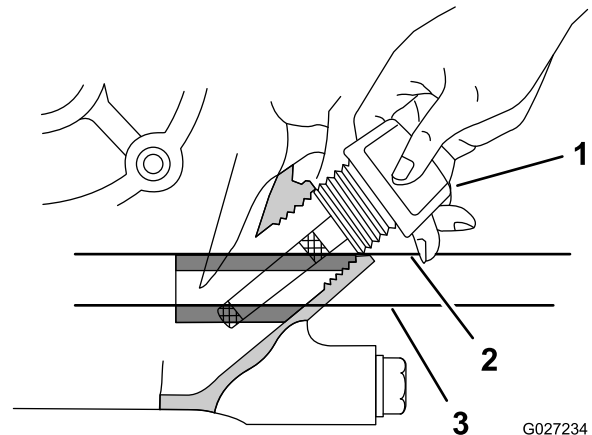

Bild 16
3. Stecken Sie den Peilstab des Motors wieder ein, wie in Bild 16 dargestellt.